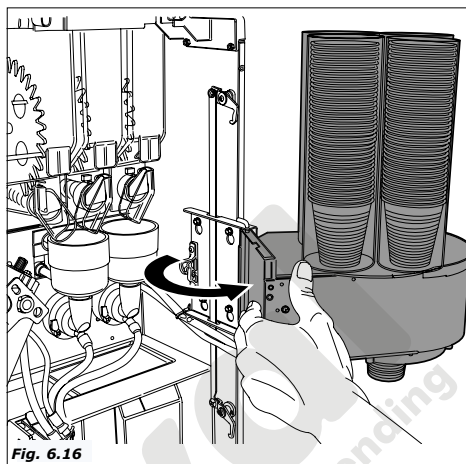

Fig. 6.16
- Apartar la columna de vasos para tener acceso a los contenedores (Fig.6.16).